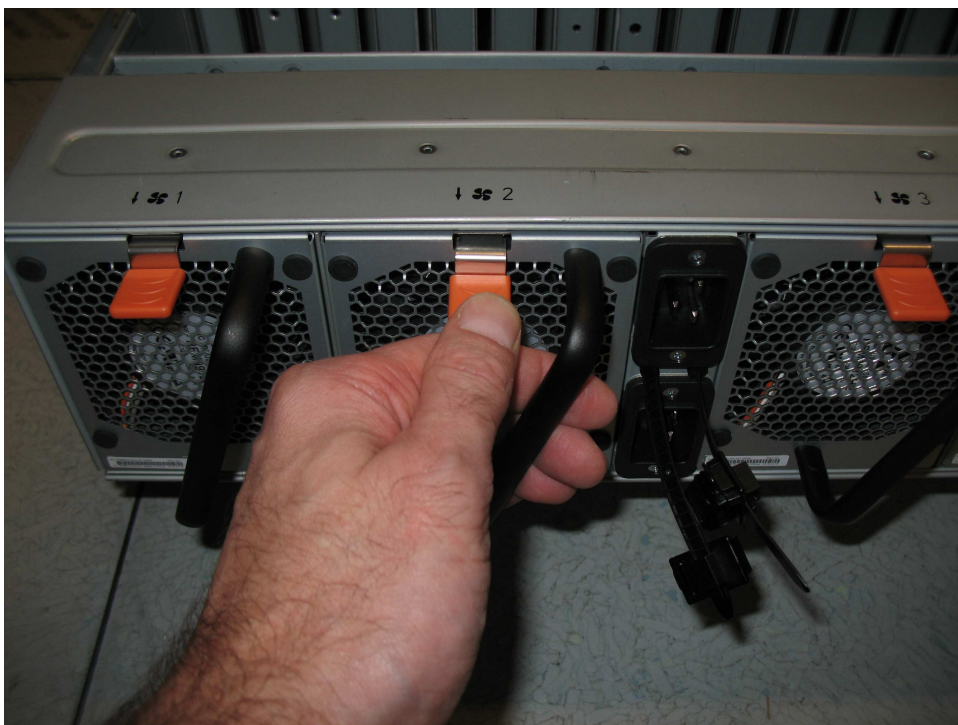

Figura 121. Pestaña de liberación de módulo de ventilador
2. Pulse la pestaña de liberación en el módulo de ventilador, como muestra la Figura 121 en la página 129.